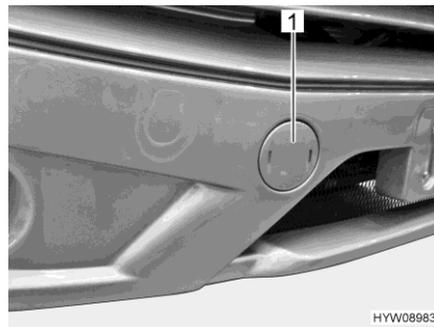

Fig. 28 Couvercle (fixation de l'œillet de remorquage)
- Ouvrir le couvercle (Fig. 28,1) avec un tournevis.